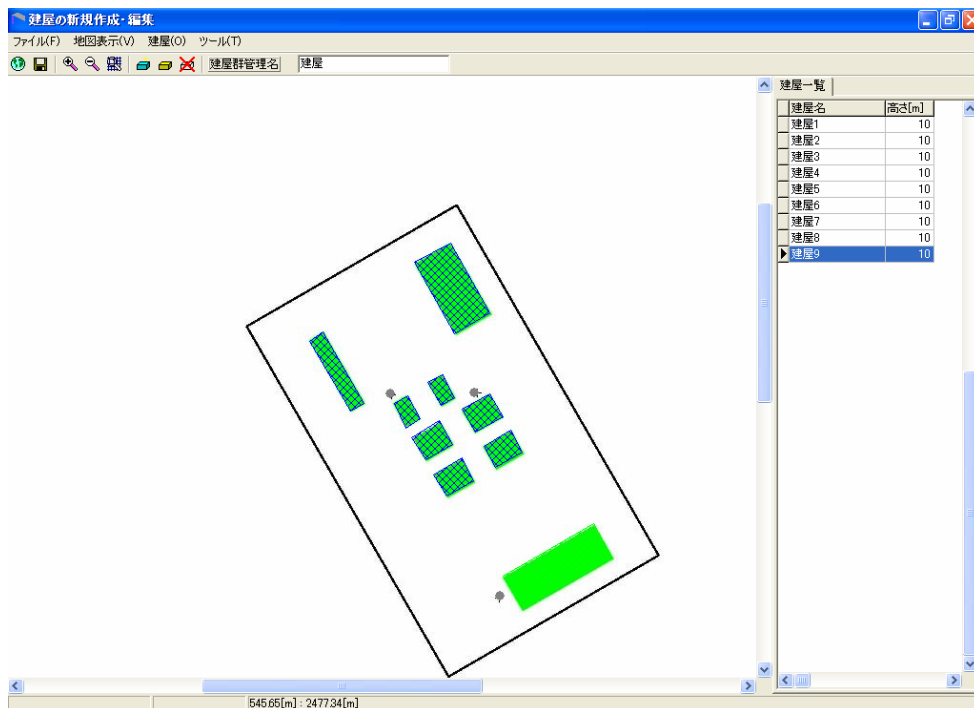

図 6.5-25 建屋の登録 (2)
- 6) 建屋の数だけ、作業を繰り返します(図 6.5-25)。